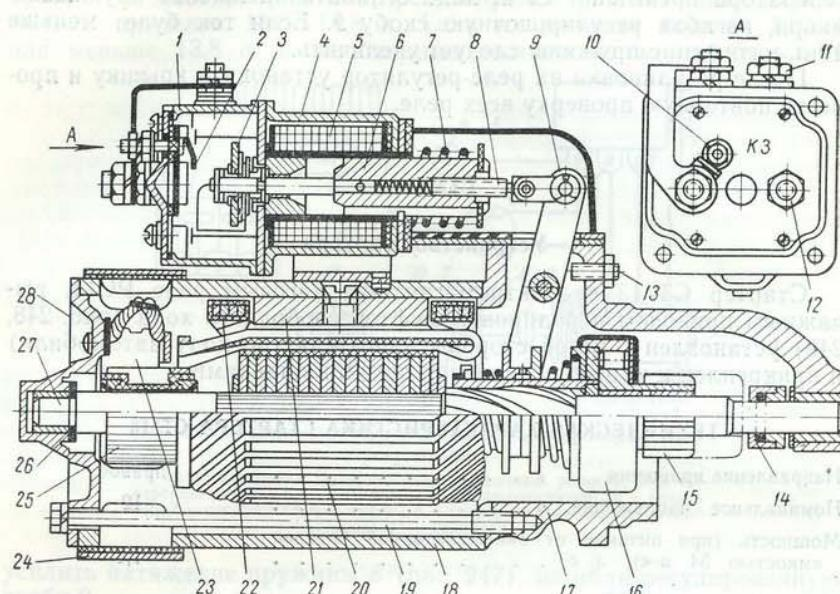

Рис. 248. Стартер и электромагнитное тяговое реле:
Стarter CT113 с электромагнитным тяговым реле PC14, рычажным приводом и роликовой муфтой свободного хода (рис. 248, 249) установлен с левой стороны двигателя (по ходу автомобиля) и прикреплен к картеру сцепления двумя шпильками.
1. Снять защитную ленту 24 (рис. 248), отвернуть винты крепления проводов к щеткодержателям, вынуть щетки из щеткодержателей. Щетки и щеткодержатели пронумеровать для того, чтобы при сборке щетки были установлены на свои места.
Регулировка включения стартера заключается в согласовании места соединения обмоток стартера с аккумуляторной батареей в определенном положении шестерни стартера. Регулировку можно производить, только сняв стартер с двигателя. Положение шестерни должно быть таково, чтобы зазор между шестерней и упорной втулкой при полностью втянутом якоре реле и отсутствии зазора в приводе (шестерню надо отжать в сторону коллектора) был 4,5—5,5 мм. Регулировку указанного зазора производить регулировочным винтом 8 (рис. 248) якоря реле. При увеличенном зазоре винт надо ввернуть, а при уменьшенном — вывернуть.